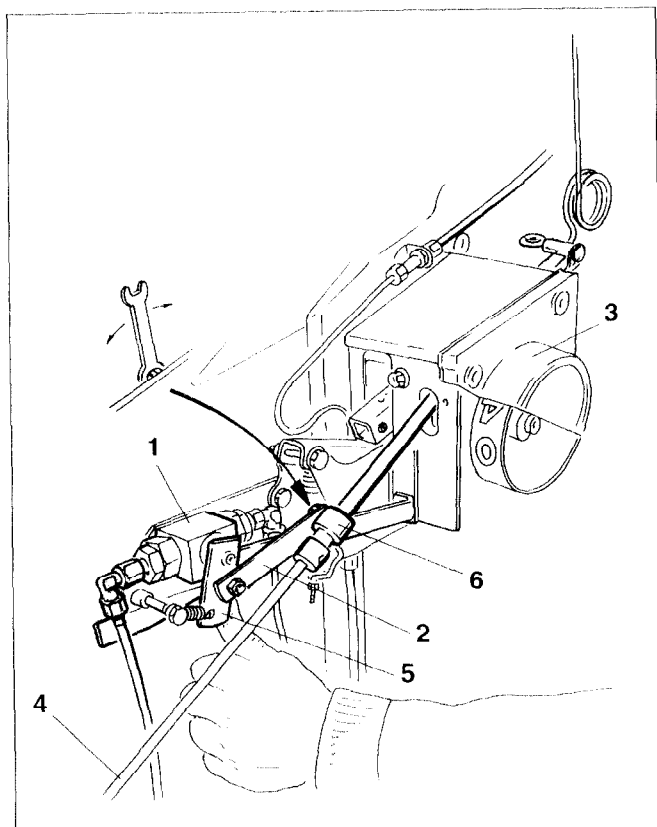

Fig. 14.5
Der Hydraulikzylinder des Vorauslaufmarkiergerätes wird von einem Steuerventil (Fig. 14.5/1) gesteuert. Das Steuerventil (Fig. 14.5/1) ist über eine Schaltstange (Fig. 14.5/2) mit dem Schaltkasten der Särad-Fahrgassenschaltung verbunden.
Das Steuerventil (Fig. 14.5/1) ist bei Lieferung so eingestellt, daß es einwandfrei schaltet:
In Stellung "0" des Schaltkastens (Fig. 14.5/3)
- wird die Zugstange (Fig. 14.5/4) angezogen,
- ist der Hebel (Fig. 14.5/5) des Steuerventiles nach vorne geschaltet,
- schaltet der Hebel (Fig. 14.5/5) des Steuerventiles nach hinten,
- Schaltkasten (Fig. 14.5/3) in Schaltstellung "1" bringen,
- den Hebel (Fig. 14.5/5) des Steuerventiles von Hand ganz nach hinten drücken und den zuvor gelösten Stellring (Fig. 14.5/6) fest anziehen.